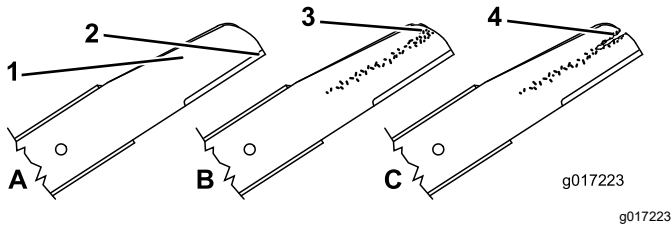
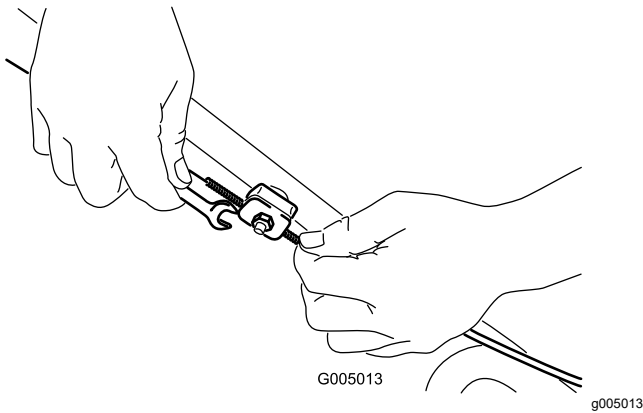

Figure 34
Figure 42
- Examinez le tranchant des lames (Figure 34). Si elles sont émoussées ou présentent des
- Inspectez les lames, surtout la partie relevée (Figure 42). Remplacez immédiatement toute lame endommagée, usée ou qui présente une entaille (Figure 34).
2. Desserrez l'écrou de support du câble (Figure 42).